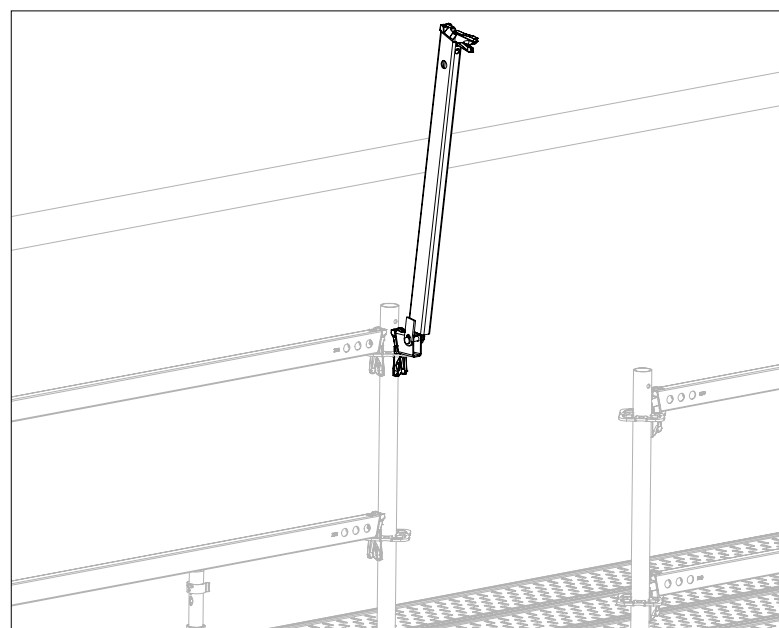

Abb. A5.11a
1. Am Schwenkteil den Keil ausschlagen. (Abb. A5.11a)